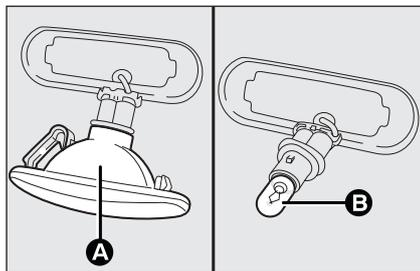

fig. 28
- enlever le transparent **A-fig. 28** du porte-lampe (il est fixé à pression);